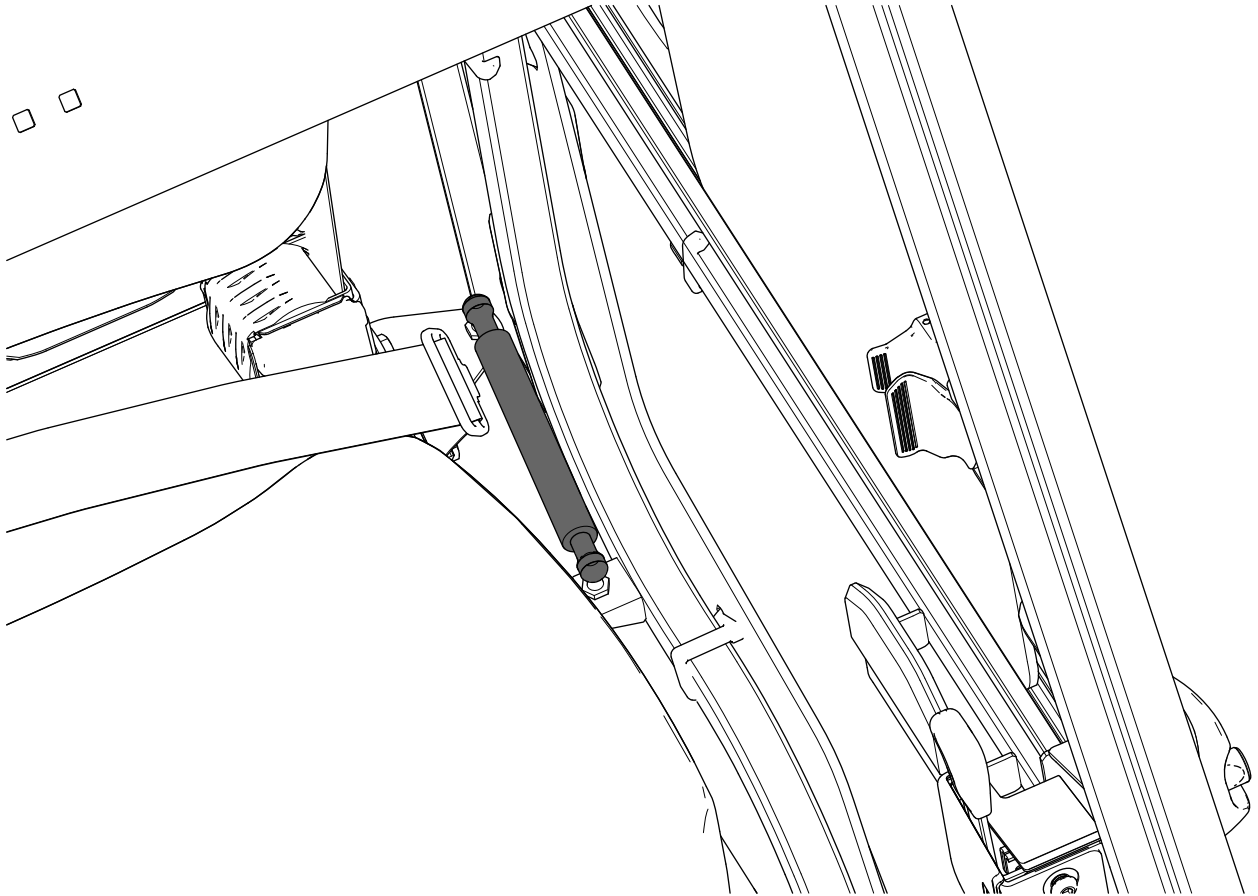

図 8
5. 左側ストラットマウントにガススプリングを取り付ける 図 8。
ガススプリングの向きは 図 8 に示す通り。